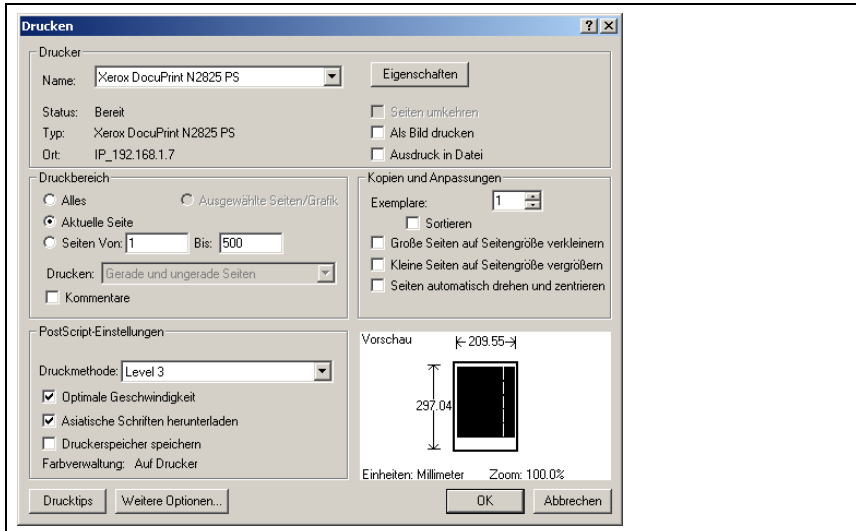

Fig. 6.9: Configuration d'impression pour le kit de réparation de la BCB
**Proposition** de configuration d'impression : voir la figure 6.9.